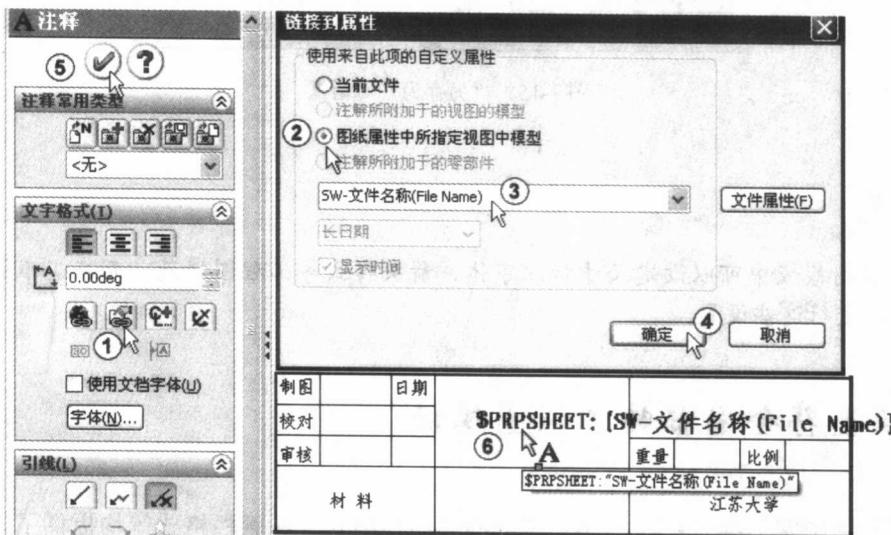

图 1-14 设置自定义属性文件注释链接
引用零部件文件中的属性的具体步骤为: 用鼠标左键单击“图样名称”, 在弹出的对话框中单击“链接到属性”图标按钮^①, 勾选“图纸属性中所指定视图中模型”单选按钮, 单击图标按钮^②, 选择“SW-文件名称 (File Name)”, 如图 1-14 所示。单击“链接到属性”对话框中的“确定”图标按钮^③ [确定], 单击“A 注释”属性管理器中的“确定”图标按钮^④, 鼠标移动到链接后的文字上, 会出现一个提示框, 其中显示注释所链接的属性。